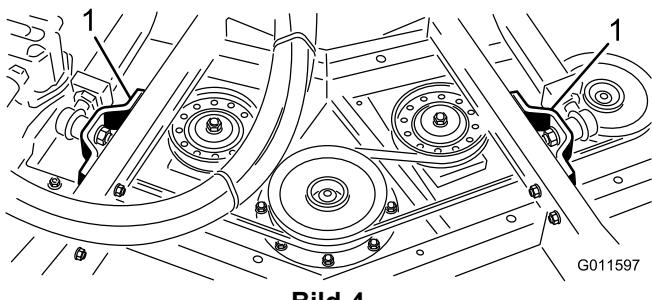

Bild 4
2. Entfernen Sie die Schrauben, Scheiben und Sicherungsmuttern, mit denen die Kugelgelenke der Hubarme am Laufarmrohr des Mähwerks befestigt sind (Bild 4).